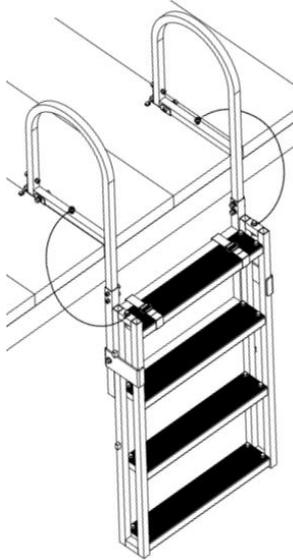

Fig 4
- 9) Wenn die Unterseite der Leiter den Boden des Pools nicht berührt, kann die Leiter für eine maximale Nutzung eingestellt werden, wie in Abbildung 4 gezeigt.